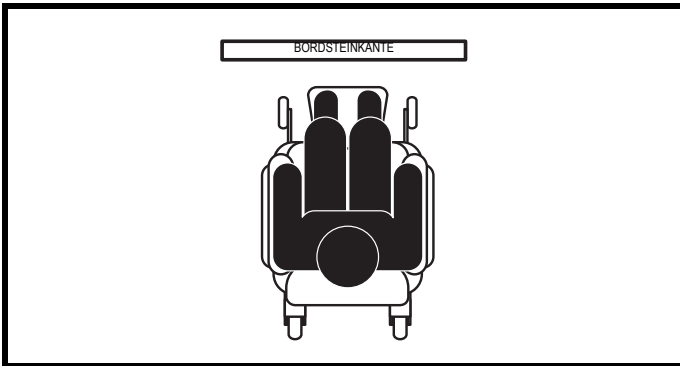

Abb. 2. Normale Fahrstellung
1. Fahren Sie langsam und in einem rechten Winkel an das Hindernis bzw. die Bordkante heran. **Siehe Abb. 2.**